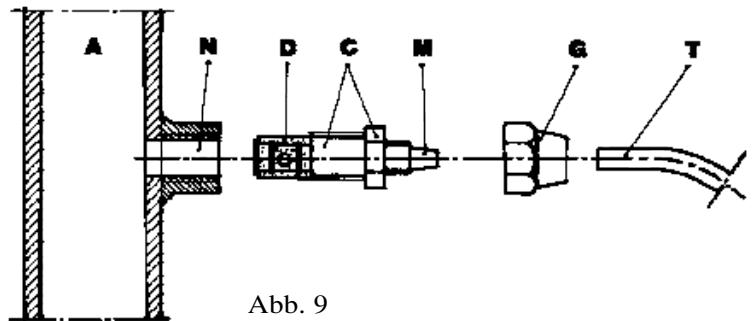

Abb. 9
- g. - An der Leitung der zu behandelnden Anlage, an der geeigneten Stelle zur Einspritzung des zu dosierenden Produktes, einen Anschluss zu 3/8" Gas mit Innengewinde anbringen. Dieser Anschluss ist nicht im Lieferumfang inbegriffen. Das Einspritzventil in den Anschluss schrauben und das Dichtung Teflon® verwenden (Abb. 9).
3.1 - MONTAGEPLAN FÜR EINSPRITZVENTIL (Abb. 9)